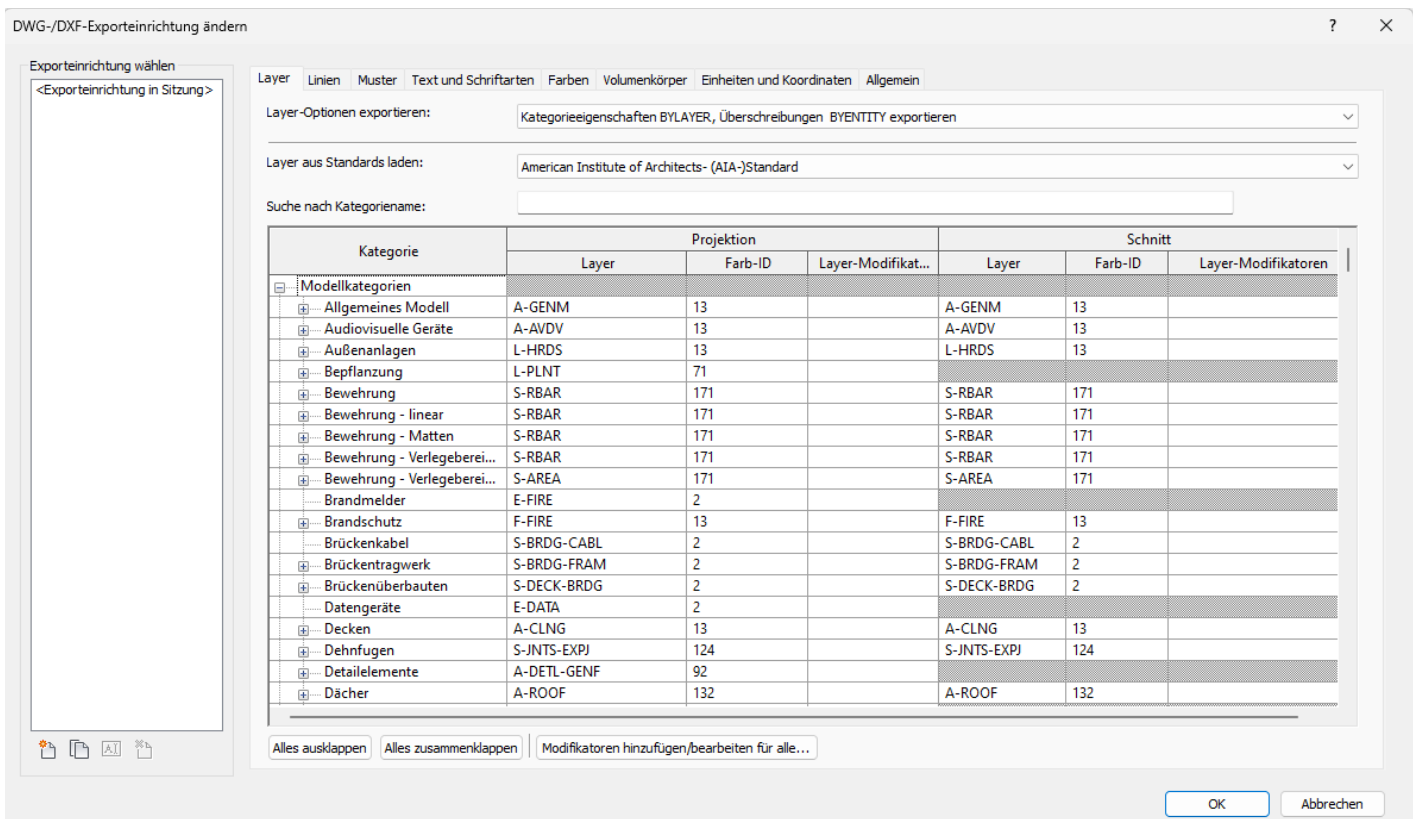

Abb.2: DWG-/DXF-Exporteinrichtung
- Es öffnet sich das Fenster **DWG-/DXF-Exporteinrichtung ändern** (Abb.2)